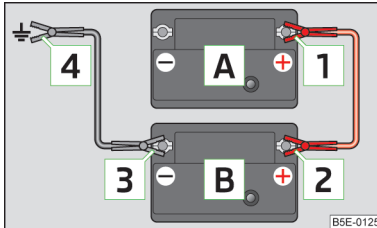

Abb. 146
- Die Klemme **1** am Pluspol der entladenen Batterie **A** » Abb. 146 befestigen.